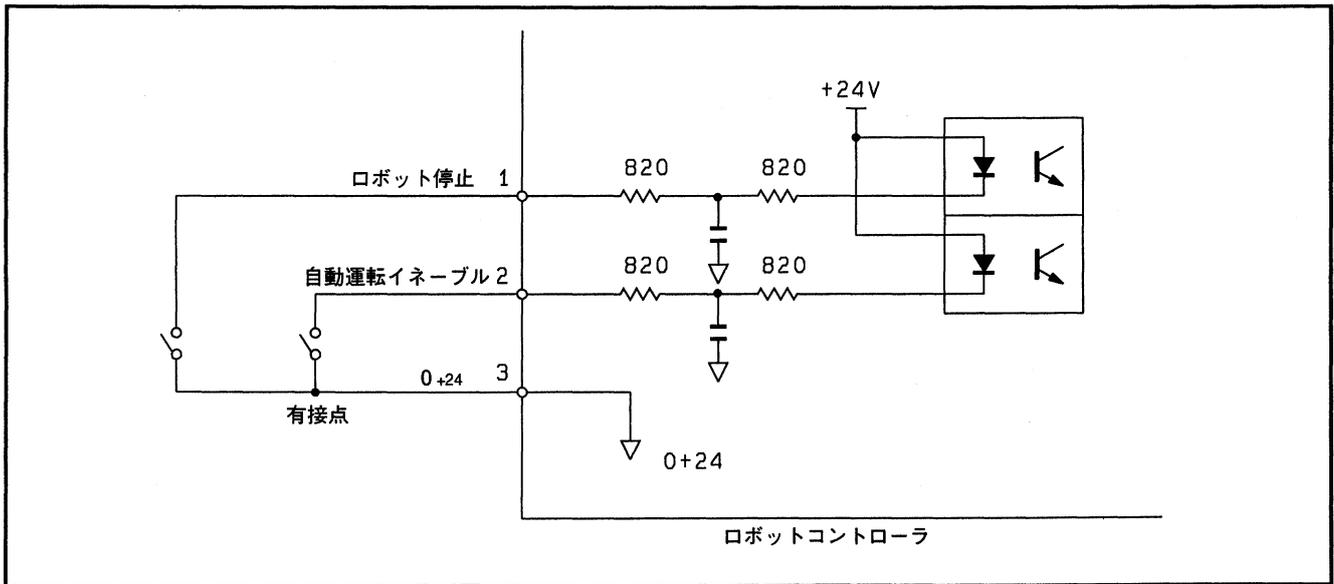

図5-50 入力回路 (ロボット停止, 自動イネーブル)
- ⑦ 「ロボット停止」と「自動運転イネーブル」の信号については、必ず有接点のハード回路で構成してください。
- ⑧ これらの信号だけは、他の入力回路と異なり、図5-50のような回路構成で、電源はロボットコントローラからのものを使用します。